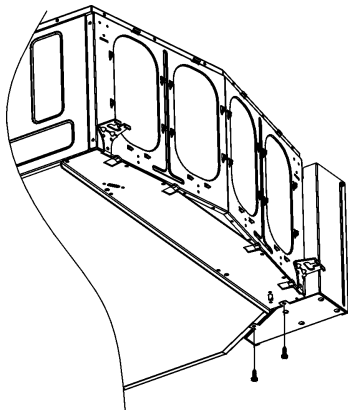

Fig. 27. Liberando los tornillos del fondo de la caja
1. Libere dos tornillos en el fondo de la caja (ver Fig. 27).